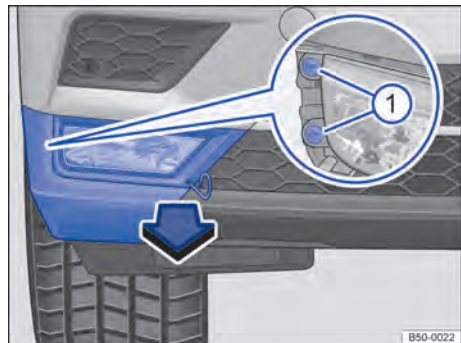

Fig. 214 En el lado derecho del paragolpes delantero: desmontaje del faro antiniebla.
2. Saque el gancho de alambre de las herramientas de a bordo y engánchelo en el orificio de la cubierta → fig. 214. Retire la cubierta tirando hacia delante, en el sentido de la flecha.
3. Desenrosque los tornillos de fijación → fig. 214 ① con el destornillador.
8. Acople el conector al portalámparas. El conector debe encastrar de forma audible → ①.
11. Apriete los tornillos de fijación → fig. 214 ① con el destornillador.
12. Coloque la cubierta en el paragolpes → fig. 214.